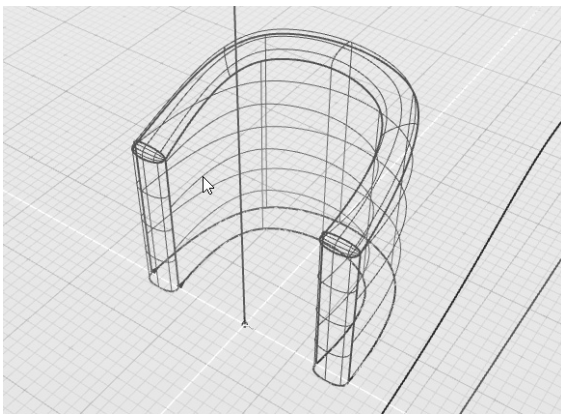

图 5-94 将直线投影至椅背内侧的曲面
- 5) 激活“曲线投影”工具, 当控制台提示“拾取曲线”时, 选择上一步创建的直线; 当控制台提示“拾取曲面”时, 点选座椅椅背内侧的曲面, 如图 5-94 所示。